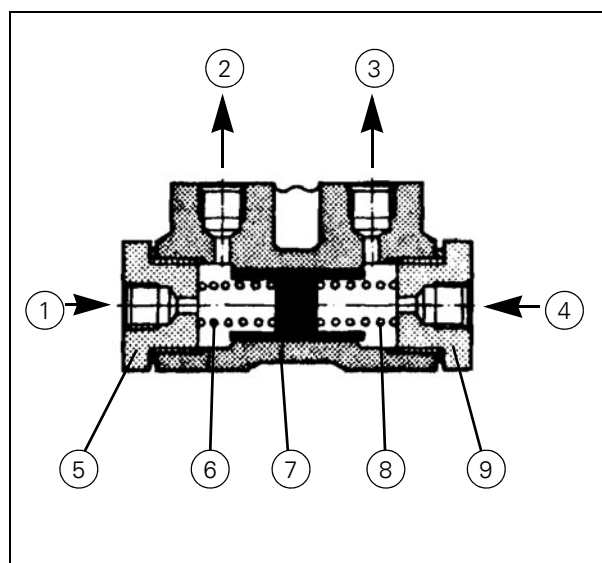

Рисунок 71
ВАЖНОЕ ЗАМЕЧАНИЕ: При демонтаже главного цилиндра (D) убедитесь, что стопорное кольцо (7) установлено, как показано на (Рис. 71). Если оно установлено неправильно, сброс давления тормозной жидкости невозможен.